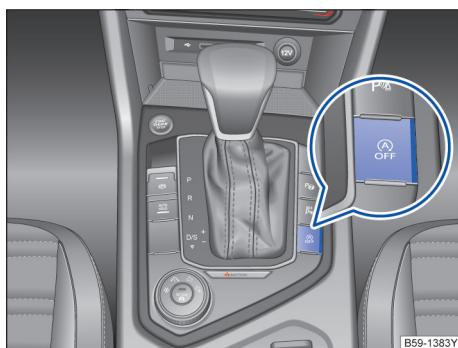

图 123 启停系统按钮
- 按两次按钮 → 图 123。
- 按下按钮 → 图 123。